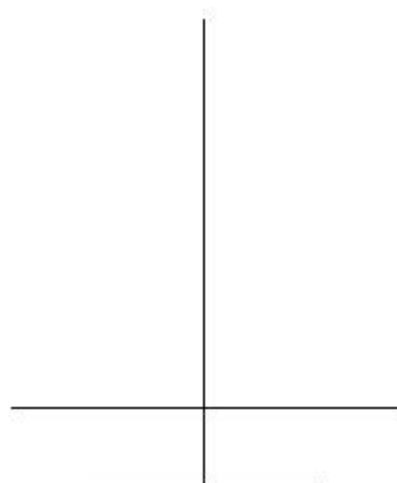

图3-6 绘制结果
**04** 调用L【直线】命令,绘制一条长度为3的直线,并在命令行中输入M,执行【移动】命令,捕捉长度为3的直线中点,移动到长度为1的垂直直线端点,如图3-6所示。